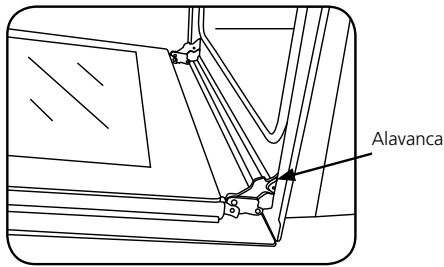

Fig. 37
- Abrir completamente a porta e destravar as duas alavancas, localizadas nas extremidades inferiores das dobradiças (fig. 37).